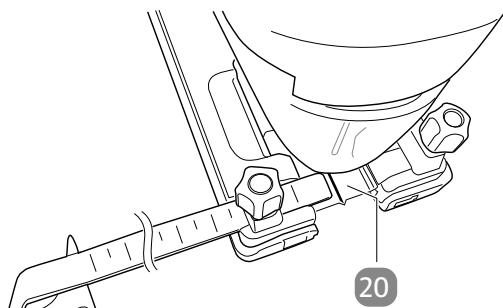

Fig. 1
2. Regolare la distanza allineando il numero di centimetri desiderato sulla battuta laterale sopra la linea rossa **20** (vedi **Fig. 1**).
- Innanzitutto tracciare sul pezzo da lavorare una linea da utilizzare come guida. Per mezzo della linea rossa tra le viti di fissaggio (vedi **Fig. 1**, pagina 20) è possibile condurre il prodotto lungo la linea contrassegnata in modo da tagliare con precisione il pezzo.